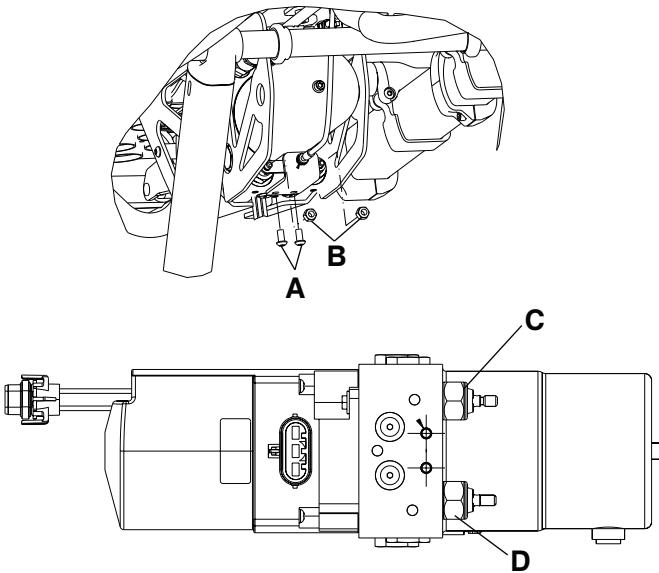

Figure 16 – Vanne de déblocage manuel hydraulique
3. À l'aide d'une clé Torx T27, retirer les deux vis d'assemblage à tête ronde (A) qui fixent le support du câble de libération manuelle au bas du sous-ensemble hydraulique (Figure 16).
5. À l'aide d'une clé mixte de 7/16 po, retirer l'écrou hexagonal en Nylock (B) de chacune des tiges de vanne (Figure 16).
6. À l'aide d'une clé à 6 pans de 7/8 po, retirer la vanne (C ou D) à remplacer (Figure 16).